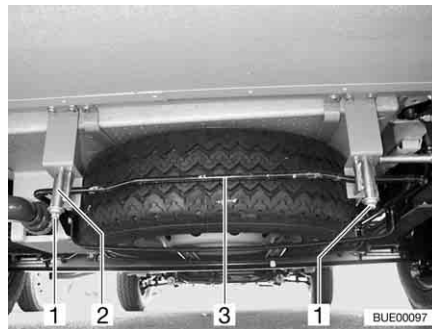

Bild 249 Ersatzrad-Halterung (Aufnahmekorb)
- Muttern (Bild 249,1) am rechten und linken hinteren Haken (Bild 249,2) der Ersatzrad-Halterung lösen.
- Bügel (Bild 249,3) leicht nach oben drücken. Gleichzeitig Haken nach unten ziehen und Bügel aushängen.